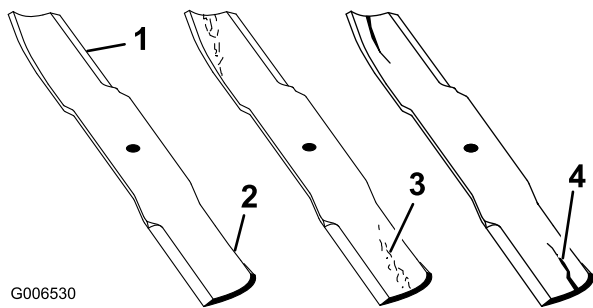

Figure 31
2. Examinez attentivement les tranchants de la lame, particulièrement au point de rencontre des parties plane et relevée (Figure 31). Le sable et les matières abrasives peuvent éroder le métal à cet endroit, c'est pourquoi il est important de contrôler l'état de la lame avant d'utiliser la machine. Remplacez la lame si elle est usée (Figure 31) ; voir Dépose de la lame.
Si la lame est trop usée, une entaille se forme entre la partie relevée et la partie plane (Figure 31). La lame peut alors se briser et un morceau être projeté du dessous de la machine, vous blessant gravement ou une personne à proximité.